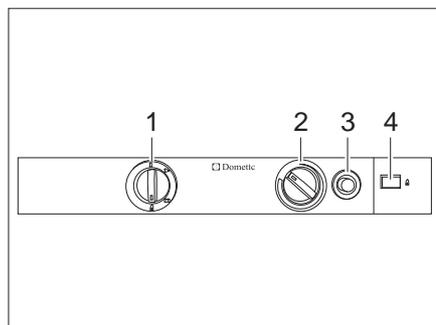

Bild 231 Bedienelemente für den Kühlschrank (Dometic 8er-Reihe)
- Energie-Wahlschalter (Bild 231,1) auf "🏠" stellen.
- Drehregler (Bild 231,2) drücken, auf höchste Stufe drehen und gedrückt halten. Warten, bis Gas zum Brenner strömt.
- Gaszündknopf (Bild 231,3) drücken und gedrückt halten. Die Zündung erfolgt automatisch.
- Gaszündknopf (Bild 231,3) gedrückt halten, bis der Flammenanzeiger (Bild 231,4) grün wird, dann loslassen.
- Drehregler (Bild 231,2) noch 10 bis 15 Sekunden gedrückt halten, dann loslassen.
- Energie-Wahlschalter (Bild 231,1) auf "▶" stellen.
- Kühltemperatur mit dem Drehregler (Bild 231,3) einstellen.
- Energie-Wahlschalter (Bild 231,1) auf "⏏" stellen.